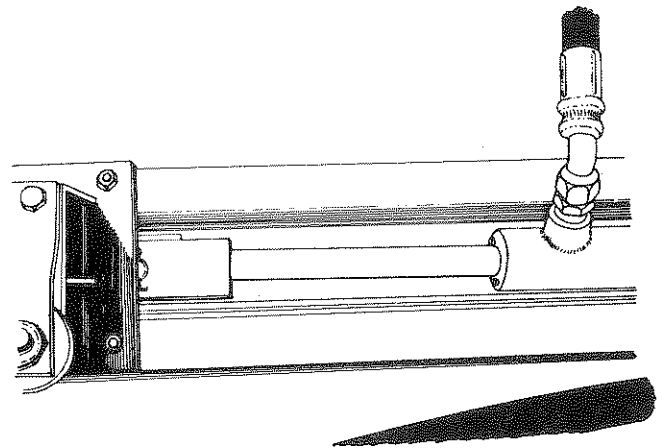

Fig. 44
Le piston doit s'arrêter à environ 9" (23 cm) avant que LS-6 (switch retard retour piston) soit activé pour arrêter le piston. Celui-ci s'est rétracté de 9", lorsque la pince est centrée sur le bord arrière du bloc de liaison de la fourche d'alimentation *Fig. 44*.
17. Répéter les étapes de 4 à 16, si nécessaire, jusqu'à ce que le piston s'arrête à 9" (23 cm) de sa pleine extension, voir Fig. 44.